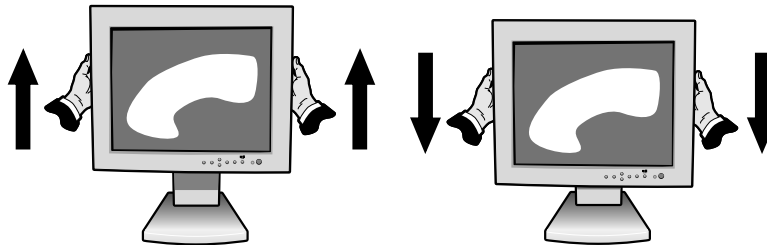

Abbildung RL.1
Der Monitor kann sowohl in Längs- als auch in Querstellung höher- bzw. tiefergestellt werden. Um den Bildschirm höher-oder tieferzustellen, legen Sie Hände auf jede Seite des Monitors und heben Sie an oder senken Sie zur gewünschten Höhe (**Abbildung RL.1**).
Bevor Sie den Bildschirm drehen, muß er auf seine höchste Position gestellt werden, damit der Bildschirm beim Drehen nicht gegen die Unterlage stoßen oder Ihre Finger einklemmen kann. Um den Bildschirm anzuheben, legen sie Hände auf jede Seite des Monitors und heben Sie bis zur höchsten Position an (**Abbildung RL.1**).
2. Legen sie eine Hände auf jede seite des Monitors und heben Sie bis zur höchsten Position an (**Abbildung RL.1**).